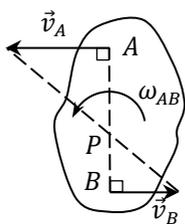

Рис. 21\*
4. Точки плоской фигуры лежат на общем перпендикуляре к их скоростям, скорости точек параллельны и направлены в разные стороны (рис. 21\*). МЦС находится в точке пересечения линий, соединяющих начало и концы векторов скоростей.